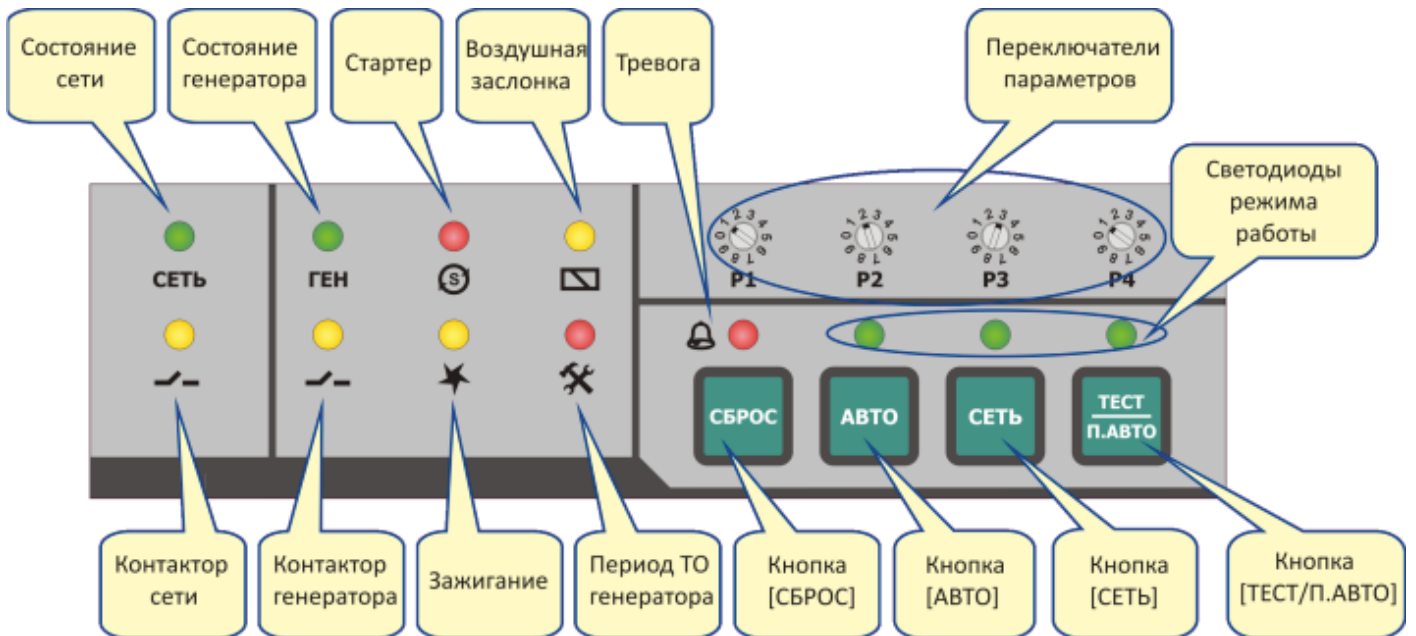

Рис. 5.3. Светодиодная индикация
На передней панели контроллера расположены следующие элементы индикации (рис. 5.3):
5.3.2 Три светодиода режима работы (рис. 5.3) расположены над соответствующими кнопками выбора режима. Текущий режим работы контроллера индицируется непрерывным зелёным свечением соответствующего светодиода. Мигание светодиода над кнопкой **[ТЕСТ/П.АВТО]** индицирует режим «Тест» (п.5.5.1.3), а непрерывное свечение – режим «Полуавтомат» (п.5.5.1.4).
5.4.1 На передней панели контроллера (рис. 5.3) расположены следующие элементы управления:
5.5.1 Выбор основных режимов «Авто», «Сеть» и дополнительных - «Тест» или «Полуавтоматический» осуществляется нажатием соответствующей кнопки на передней панели контроллера (рис. 5.3).
5.6.1 Переключатели параметров (рис. 5.3) позволяют выполнить настройку четырёх параметров контроллера, которые представлены в таблице 5.2. Соответствие положения переключателя значению параметра представлены в таблицах 5.3–5.6.